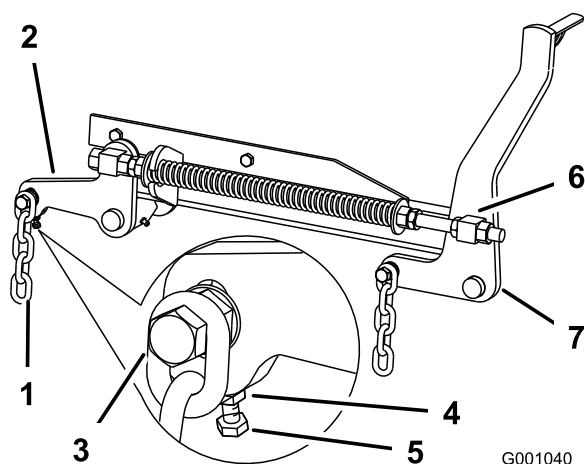

Figure 81
- Si la distance mesurée au point **B** ou **C** n'est pas correcte, desserrez le boulon de fixation de la chaîne arrière au bras de support arrière (Figure 81).
- Desserrez l'écrou de blocage sous le bras de support arrière et agissez sur le boulon de réglage de manière à obtenir une distance de 80 à 83 mm (Figure 81).
- Desserrez d'environ 13 mm les écrous de blocage à l'avant des pivots avant gauche et droit (Figure 81).
- Régalez les écrous de relevage sur les côtés gauche et droit de la machine de manière à abaisser l'avant de 6 à 10 mm au point A par rapport au point B à l'arrière (Figure 81).